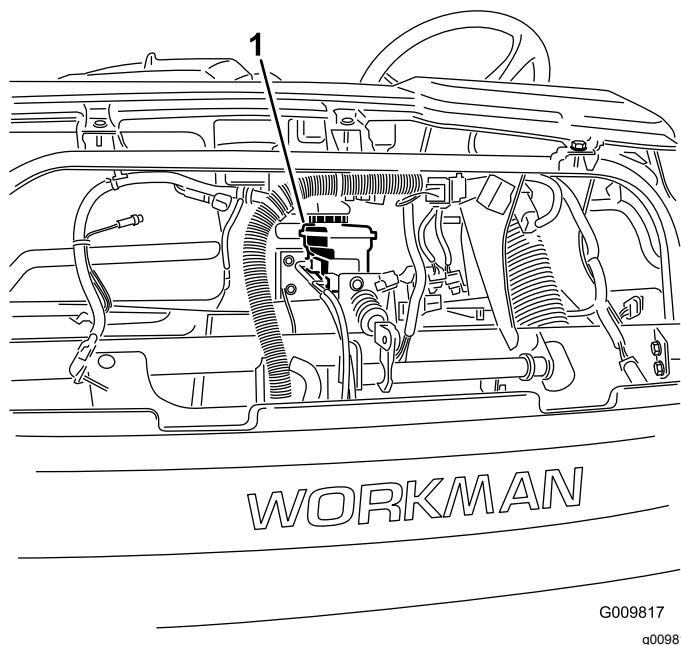

Bild 57
4. Öffnen Sie die Motorhaube, um an den Hauptbremszylinder und den Behälter zu gelangen (Bild 57).